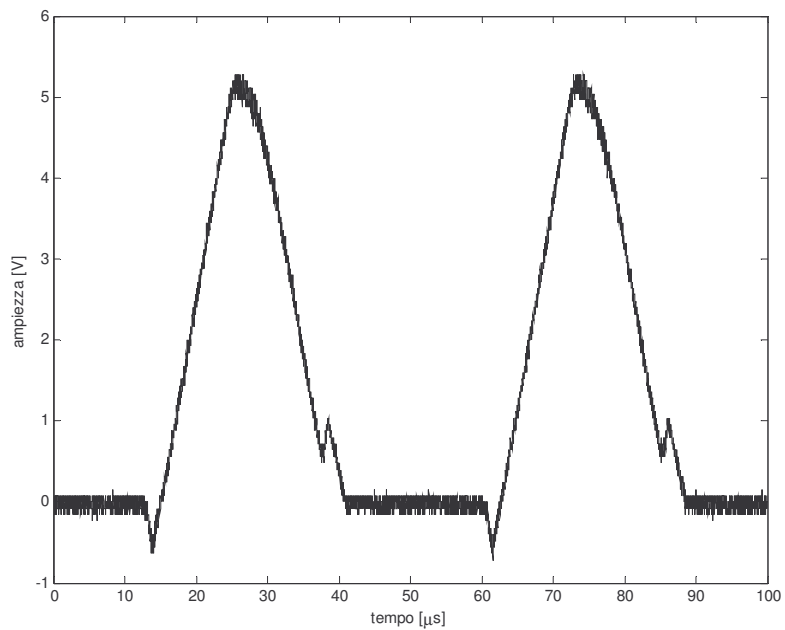

Figura 5 Uscita del circuito di Figura 3 con segnale di 20 kHz: si noti la forte distorsione
- Alle frequenze più elevate (es. 20 kHz), quando il segnale di uscita è ancora apprezzabile, si nota una forte distorsione della sinusoide, che diviene in pratica un'onda triangolare (vedi Figura 5): la velocità di salita dell'onda triangolare (o pendenza), dV/dt , quanto vale (in volt/microsecondi)? **A quale limite dell'operazionale è legata?**